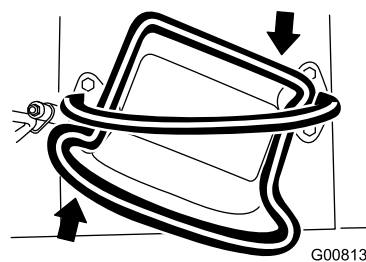

Figura 10
- Para girar a la derecha, gire el control de tracción en sentido horario (Figura 10).